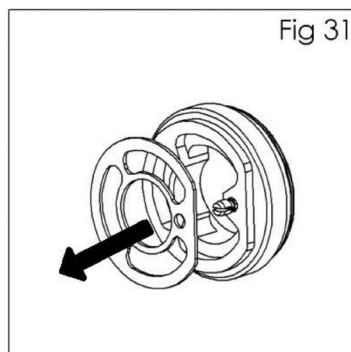

Fig 31
6. Quite el sello (10) de la boquilla atomizadora. (Ver Fig. 31).